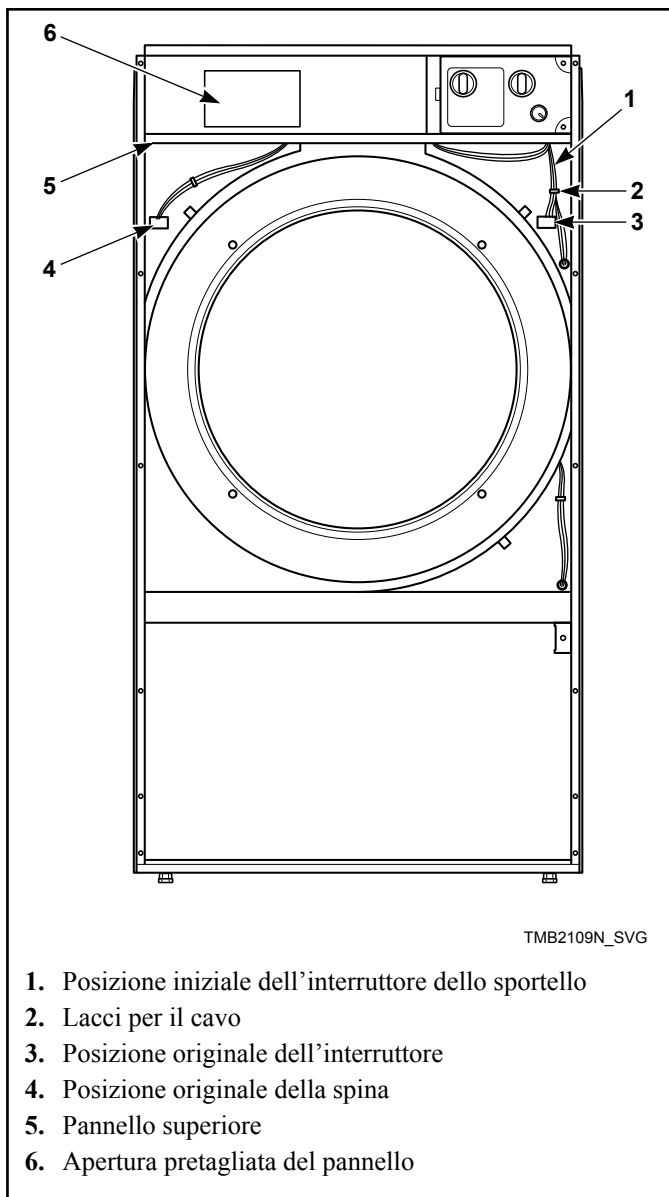

Figura 10
7. Tagliare le fascette fermacavi per rimuovere il fascio di cavi dell'interruttore dello sportello. Fare attenzione a non danneggiare il cablaggio. Consultare la *Figura 10*.